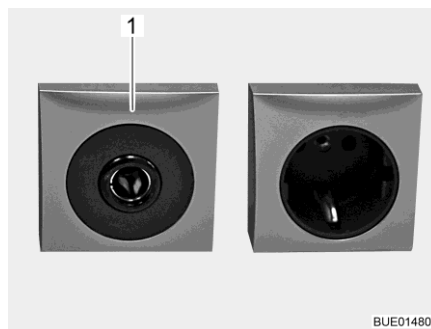

Fig. 201 Caja de enchufe 12 V/10 A
- ▷ Conectar únicamente aparatos con máximamente 10 A a las cajas de enchufe (Fig. 201,1) de la red de a bordo de 12 V.